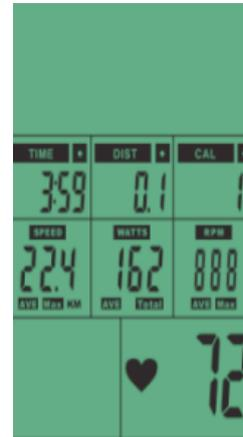

Fig3
B. TOTAL TIME、TIME、DISTANCE、CALORIES、WATTS、SPEED、RPM start counting by operation value (Figure 3)